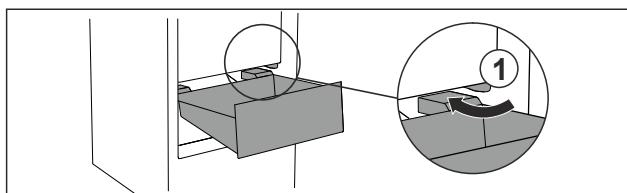

Fig. 69
- Обвести висувний ящик навскіс навколо стопора Fig. 69 (1).